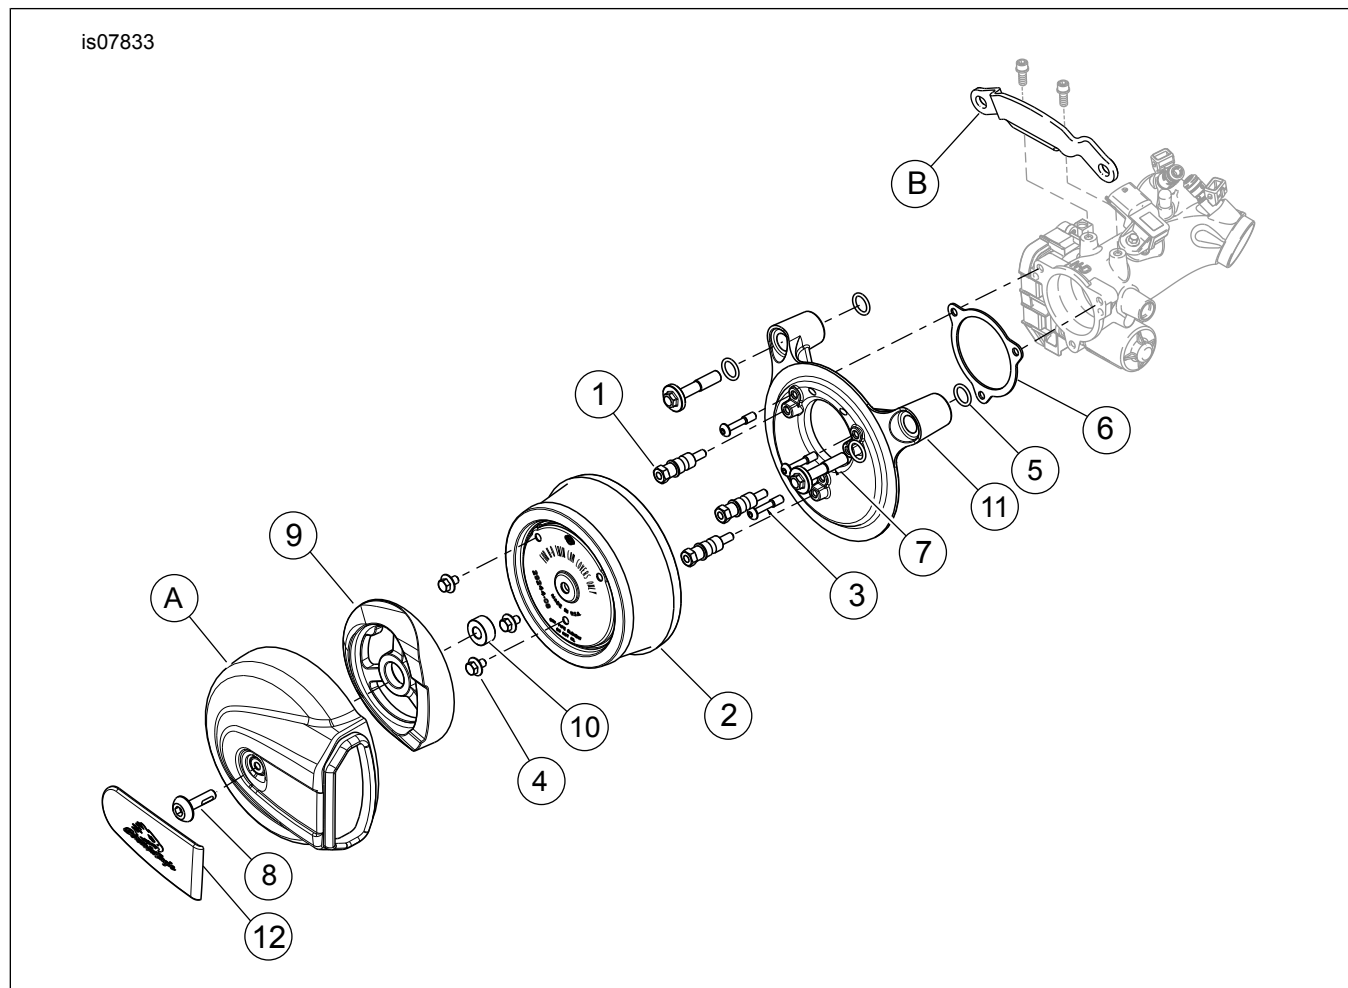

Figura 1. KIT DE FILTRO DE AR – STAGE I
Consulte Figura 1 e Tabela 1.
2. Consulte Figura 1 e Tabela 1. Remova a tampa do filtro de ar original (A). Descarte as peças restantes.
4. Remova e descarte o suporte do módulo de indução (B).
1. Veja Figura 1. Remova a tira de proteção da gaxeta (6) e coloque o lado do adesivo na placa de apoio (11). Alinhe com os furos dos parafusos espaçados igualmente e posicione a gaxeta com cuidado antes de pressionar com firmeza a gaxeta no lugar.
2. Instale dois anéis de vedação “o-ring” (5) do kit nas ranhuras ao redor dos furos dos parafusos de respiro no lado do módulo de indução do conjunto da placa de apoio. Instale dois anéis de vedação “o-ring” (5) do kit nas ranhuras no lado inferior da cabeça dos parafusos de respiro (7).
3. Introduza os novos parafusos de respiro (7) através da placa de apoio (11).
6. Rosqueie os parafusos (3) totalmente através da placa posterior (2) até que as roscas dos parafusos fiquem expostas no lado de trás da placa posterior. Aplique Loctite 243 (azul) nas roscas do parafuso da placa de apoio.
8. Rosqueie os pinos de montagem do elemento do filtro de ar (1) na placa posterior (11). Não aperte totalmente por enquanto.
9. Aperte alternadamente os dois parafusos do respiro (7) com 13,6–16,3 N·m (120–144 **in-lbs**).
10. Aperte os três parafusos (3) da placa de apoio com torque de 6,2–6,8 N·m (55–60 **in-lbs**).
11. Aperte os três pinos de montagem (1) do elemento com 6,2–6,8 N·m (55–60 **in-lbs**).
1. Veja Figura 1. Fixe o elemento do filtro de ar (2) nos prisioneiros de montagem do filtro de ar (1) usando os parafusos (4). Aperte os parafusos com torque de 6,2–6,8 N·m (55–60 **in-lbs**).
2. Remova com cuidado e descarte o inserto da tampa original do filtro de ar do filtro de ar (12). Remova qualquer adesivo residual da tampa com solventes minerais.
1. Veja Figura 1. Remova o filtro de ar e inspecione o elemento do filtro (2) a cada 8.000 km (5000 mi) ou com maior frequência sob condições de muita poeira.
3. Instale o inserto do filtro de ar (12).